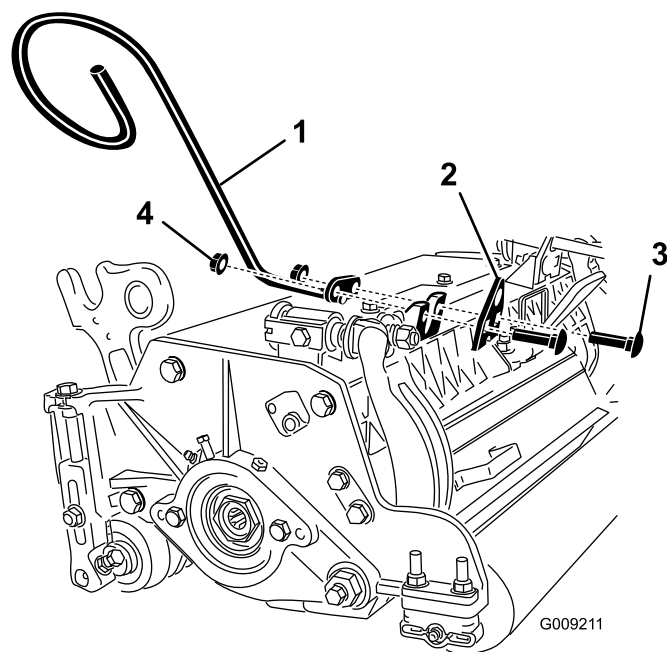

**Figure 6**
- C. Montez la vis du tube de ressort sur la patte opposée du bâti porteur et fixez-la en position avec l'écrou à embase. La tête de la vis doit être à l'extérieur de la patte, comme illustré à la Figure 6.
- D. Montez le support de tige sur les pattes du plateau de coupe à l'aide des boulons de carrossier et des écrous (Figure 6). De plus, sur le plateau de coupe N° 4, montez le guide de flexible gauche devant les pattes du plateau quand vous remontez le support de tige (Figure 7).